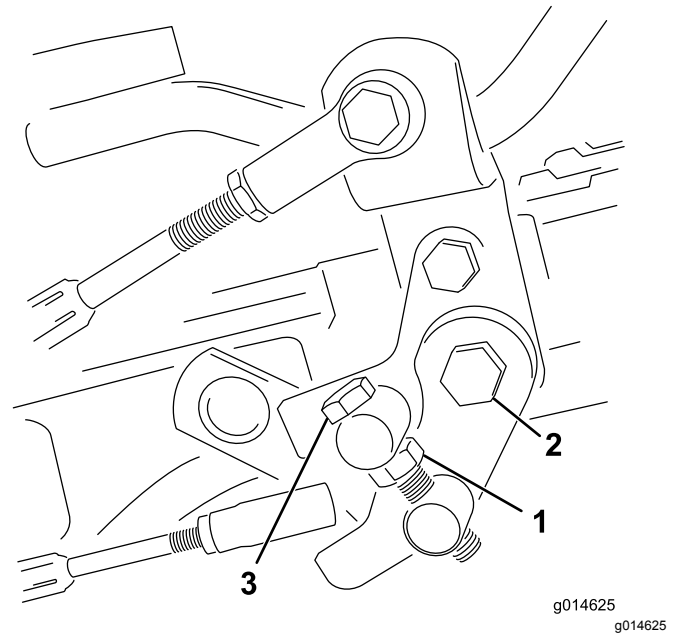

Figura 36
1. Afloje la contratuerca del tornillo de caperuza del muñón (Figura 36).
4. Apriete la contratuerca del perno del muñón y la tuerca de la articulación del pedal para bloquear el ajuste (Figura 36). Compruebe el funcionamiento, y vuelva a ajustar si es necesario.